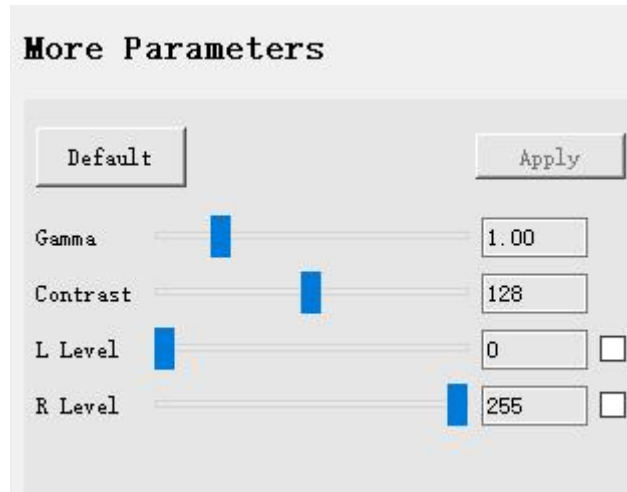

图 5-5
- 2) 存储 tif 格式图像时，需要把图像调整的算法都设置成默认，见图 5-5，否则保存出来的图像是经过处理软件处理后的，比如色阶等等。